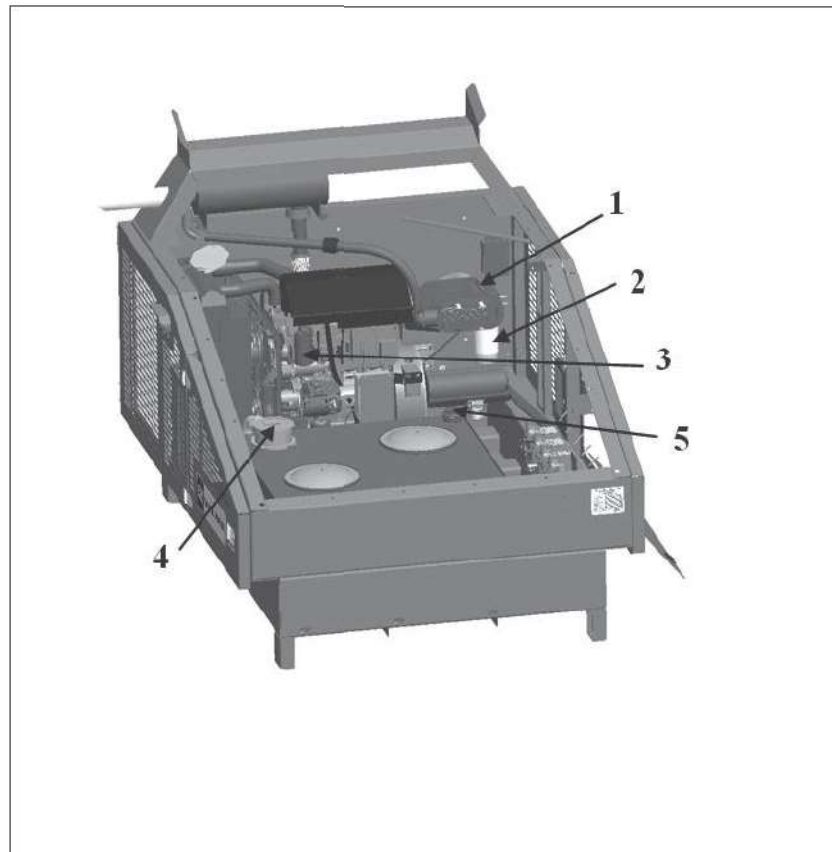

Figure 6.16 - Voedingseenheid
3. Vul met olie tot op de tankmeter aangegeven wordt dat de tank vol is, via de vulpoort (item 5) afb. 6.16., waarbij u ervoor zorgt dat er geen vuil in de tank kan komen.